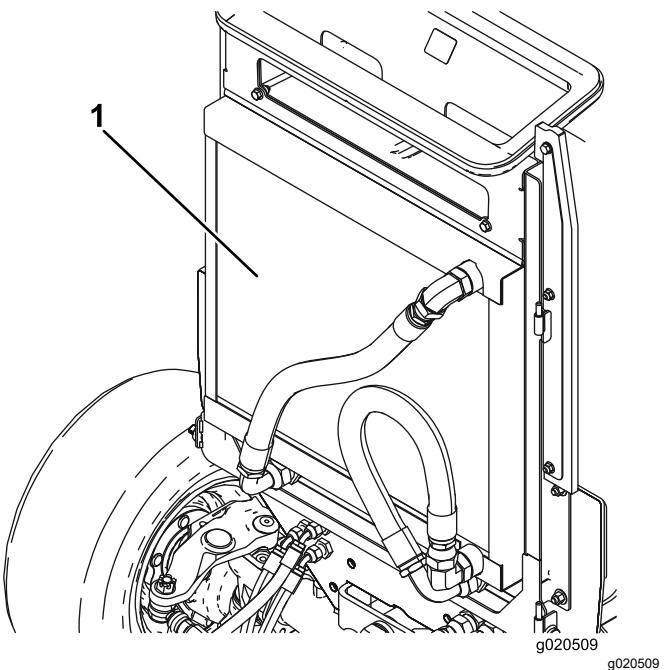

**Bild 117**
3. Entriegeln und schwenken Sie das hintere Gitter in die geöffnete Stellung (Bild 117).